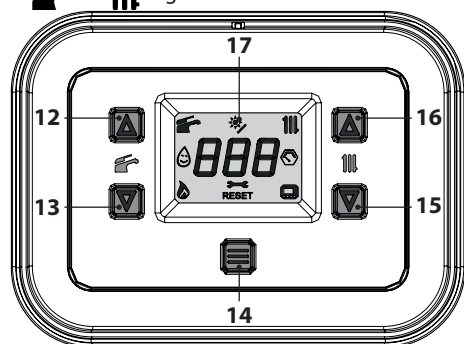
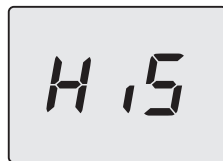
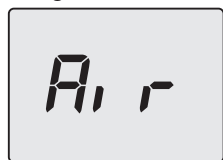
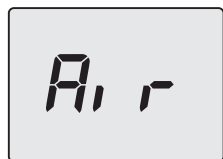

Figura 6.6
Figura 6.8
Figura 6.10
Figura 6.11
- Tenere premuto per 5 secondi il tasto 14 fino a far apparire sul display entrambe i simboli  e  (Figura 6.6).
- Entrare in "modalità programmazione" premendo contemporaneamente per 5 secondi i tasti 13 e 15 (Figura 6.6) fino a far apparire sul display LCD le lettere **HiS** che indicano il menu "Storico delle caldaie" (Figura 6.8).
- Premere il tasto 14 (Figura 6.6) per attivare la funzione. Il display visualizzerà quanto segue (Figura 6.10 e Figura 6.11).
- tenere premuti contemporaneamente i tasti 13 e 15 per 5 sec. (Figura 6.6) (ritorno al livello precedente).
- Spegnere la caldaia tenendo premuto per 5 secondi il tasto 14 (Figura 6.6) fino a far apparire sul display LCD il simbolo — — — (i trattini vengono accesi in sequenza per simulare uno scorrimento) (Figura 6.5).